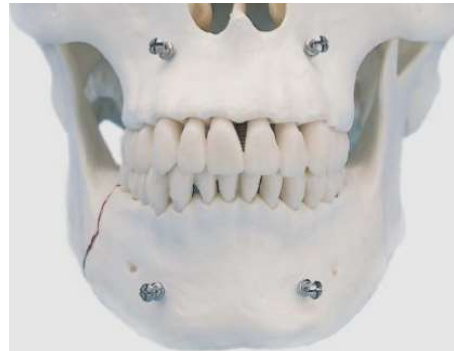

Figura 7
6) Inserção dos outros parafusos Repita os passos 3 e 4, para fazer a inserção dos outros parafusos do lado oposto (figura 7).